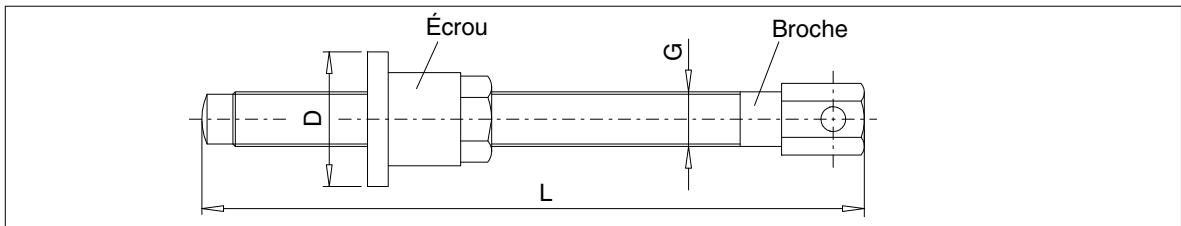
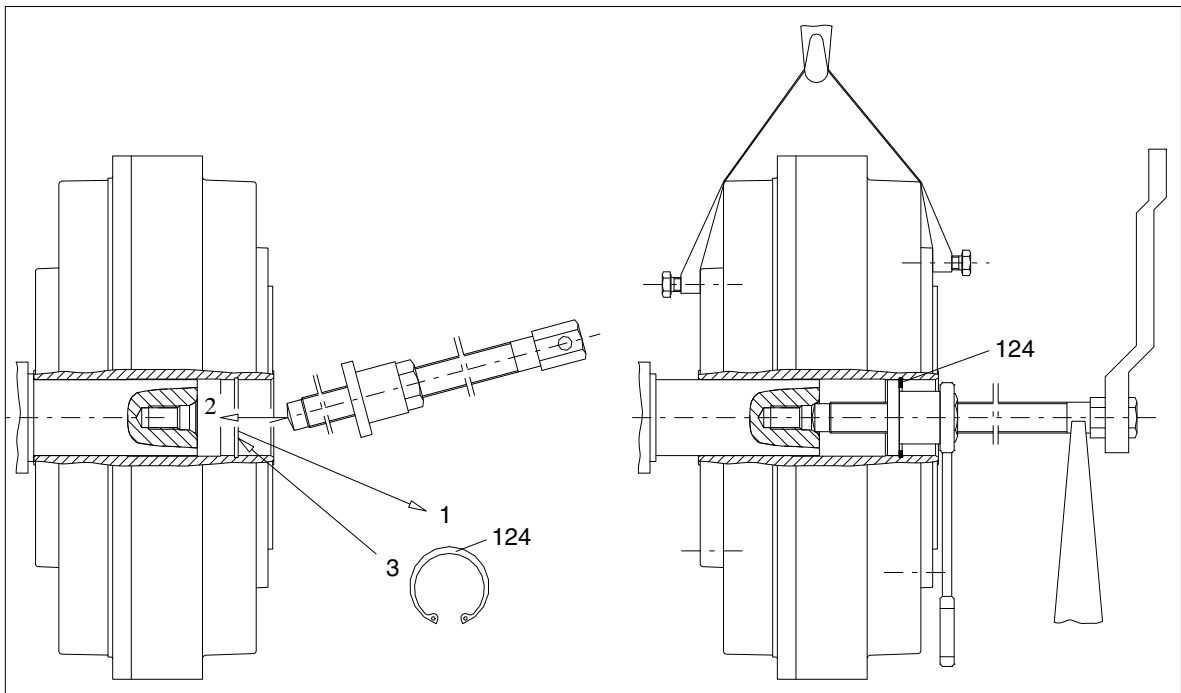

Fig. 11 : Dépose des tailles 297 et 342 - a
Fig. 12 : Dépose des tailles 297 et 342 - b
Il conviendra d'effectuer l'extraction à l'aide d'un dispositif d'extraction spécial conforme à la figure 11. Ce faisant, mettre la broche en place avec l'écrou d'extraction de telle sorte que le collet (D) de l'écrou d'extraction se trouve derrière l'entaille destinée au circlip (124) (fig. 12). Afin que la broche ne grippe pas, il faudra appliquer un produit anti-grippant (graisse Molykote par ex.) sur la surface de compression et sur le filetage.